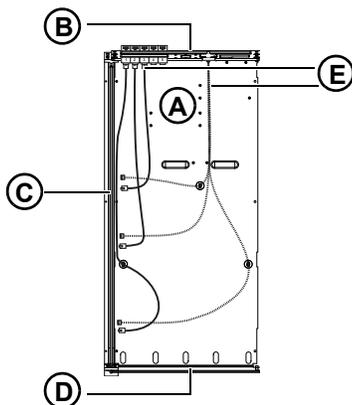

Figura 11. Partes del chasis
- 1 – Chasis (consulta Figura 11)